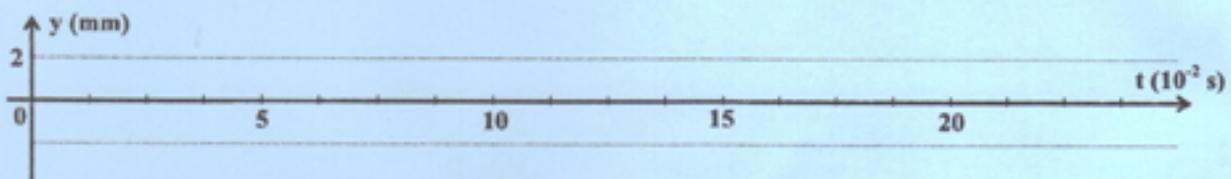

figure 8
- b- Représenter, sur la **figure 8 de la page 6/6**, le diagramme de mouvement du point C.